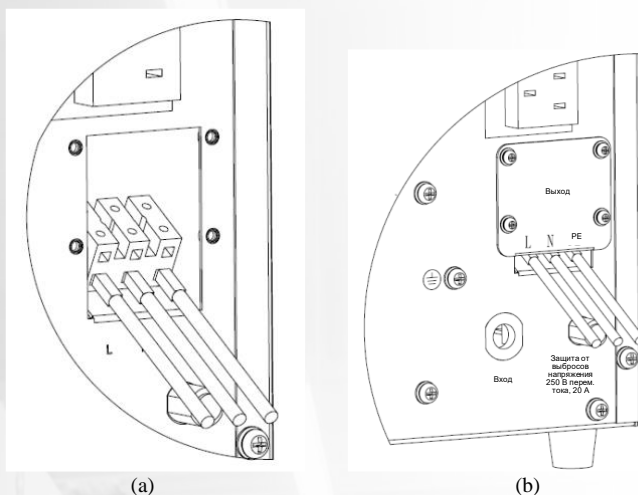

Рис.3 Клемма выхода 3 кВА
- 2). Для подключения к клемме используйте провода AWG14, как показано на рис. 3(а)
- 4). Снова установите крышку на заднюю панель, как показано на рис. 3(б).